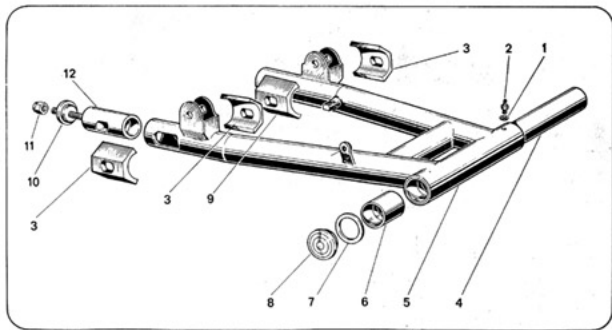

Fig. 21
I pezzi che compongono questo gruppo sono illustrati nella fig. 21 e sono:
Components of this assembly are shown in Fig. 21 as follows:
- 2) Con chiave 13 mm avvitare i due dadi 11 (vedi fig. 21) fino ad avere la giusta tensione della catena.
- 2) With a 13 mm. wrench screw the two nuts 11 (see Fig. 21) until obtaining the correct tension of the chain.